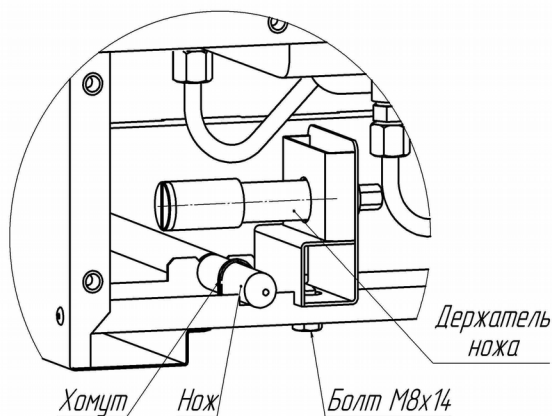

Рис. 1
5.2 Срежьте крепежный хомут и выньте нож из корпуса установки (рис.1).
5.3 Открутите болт M8x14 и выньте держатель ножа (рис.1).